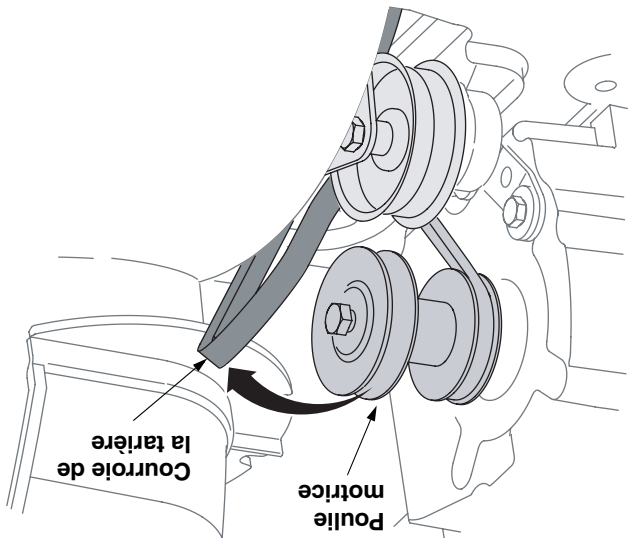

Figure 23
- Dégagez la courroie de la tarière de la pouille, comme à la Figure 23.
- Dégagez la courroie de la tarrière de la pouille, comme à la Figure 23.